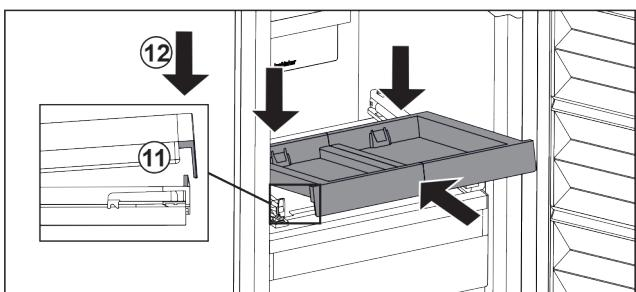

Fig. 88
- ▶ Вкарайте под ъгъл. Обърнете внимание на това, ограничителят и от двете страни да е зад езичето. *Fig. 88 (11)*
- ▶ Спуснете изтеглящата се дъска отпред. *Fig. 88 (12)*